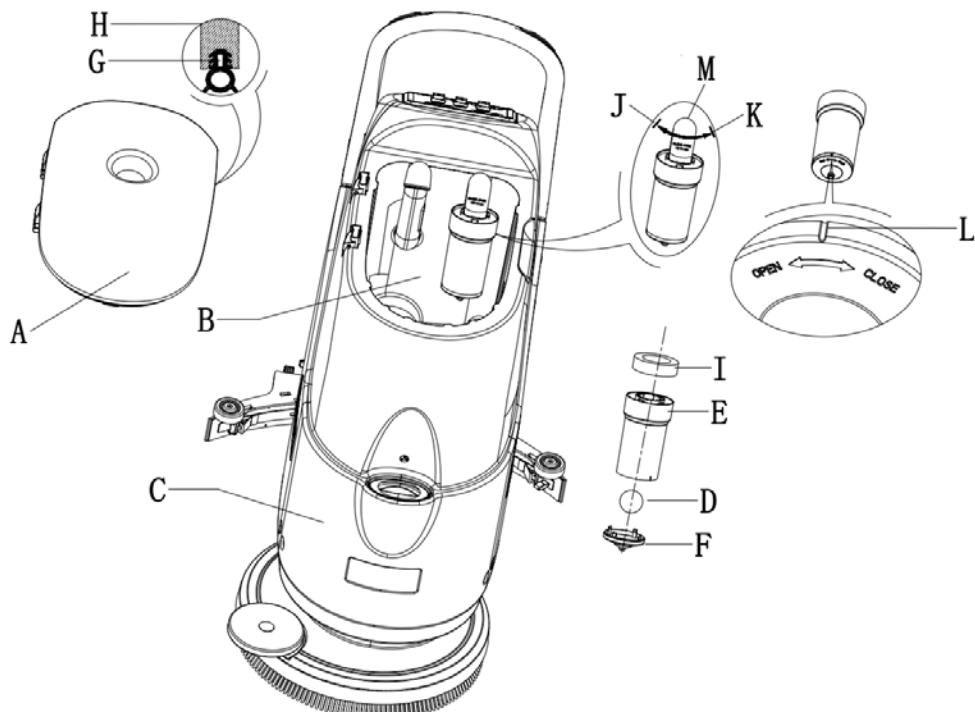

Abbildung 16
6. Überprüfen Sie die Kontaktfläche der Dichtleiste (G) auf Integrität und ausreichende Abdichtung. Nehmen Sie die Dichtleiste ggf. aus der Tankkrille (H) und tauschen Sie sie aus. Bringen Sie die neue Dichtleiste wie in Abbildung 16 gezeigt an. Das Gelenk muss sich wieder im mittleren Bereich befinden.
7. Schließen Sie den Schmutzwassertankdeckel (A).